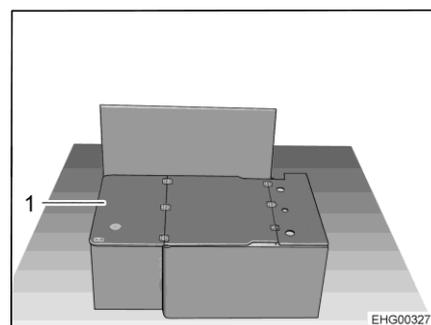

Fig. 20 Divano senza cuscino
- Ribaltare il piano di appoggio (Fig. 20,1) di 180° e appoggiarlo sul coperchio della cassapanca.